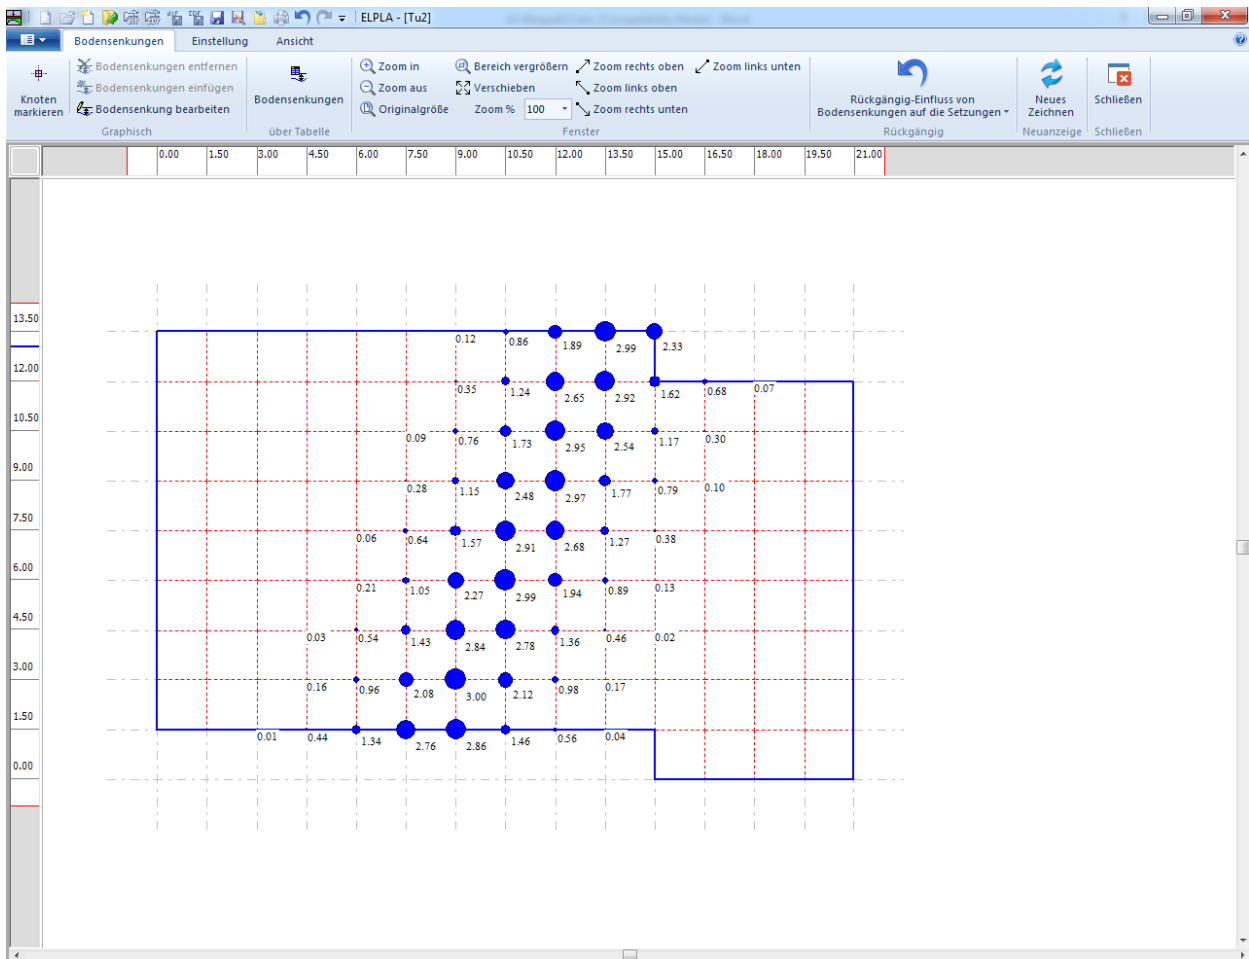

Bild 13.41 Bodensenkungen auf dem Bildschirm
Nach der Definition der Bodensenkungen sollte der Bildschirm wie das folgende Bild 13.41 aussehen.
- Wählen Sie "Speichern" aus dem "Datei"-Menü im Bild 13.41, um die Bodensenkungen zu speichern